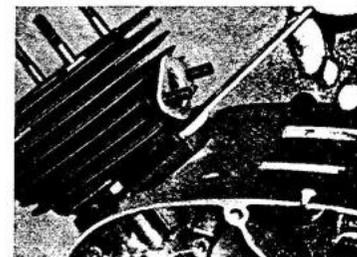

Abb. 23 Zylinderfußmuttern abschrauben
1. Die 4 Sechskantmutter M 6, zur Befestigung des Zylinderkopfes, mit Steckschlüssel (SW 10) abschrauben (siehe Abb. 23), Zylinderkopf mit den 4 Federscheiben B 6 abheben und Zylinderkopfdichtung abnehmen.
2. Die 4 Sechskantmutter M 6 am Zylinderfuß von den Stiftschrauben abschrauben (wie Abb. 23 zeigt). Federscheiben bzw. Federringe abnehmen und Zylinder abziehen. (Siehe Abb. 24.)